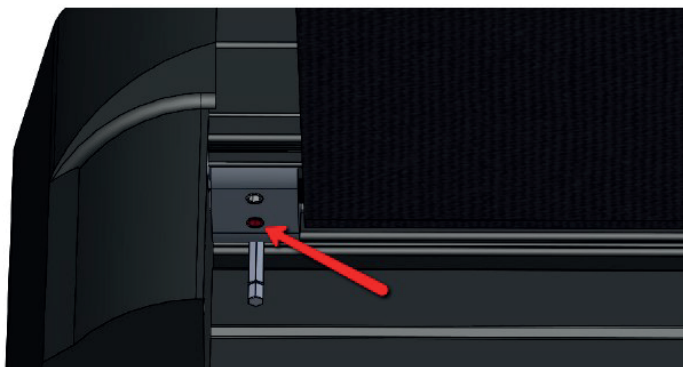

Fig. 2
2. Her finder du 2 justeringsterminaler. - en RØD og en HVID. Den RØDE styrer stoppet inde ved kassetten, og dermed hvor meget markisen skal lukke. Den hvide styrer stoppet ude, hvor markisen skal stoppe og må **ALDRIG** justeres på, da det kan få markisen til at lukke den forkerte vej, og derved går markisen i stykker. Der er ingen garanti på markisen, hvis motoren har været overstyret i yderste stop. **DERFOR** skal du **ALDRIG** justere i den **HVID** terminal.(se fig. 2)